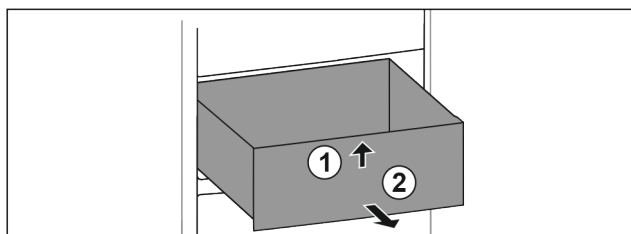

Fig. 66
- Levante el cajón por delante. Fig. 66 (1)
- Extraiga el cajón hacia delante. Fig. 66 (2)